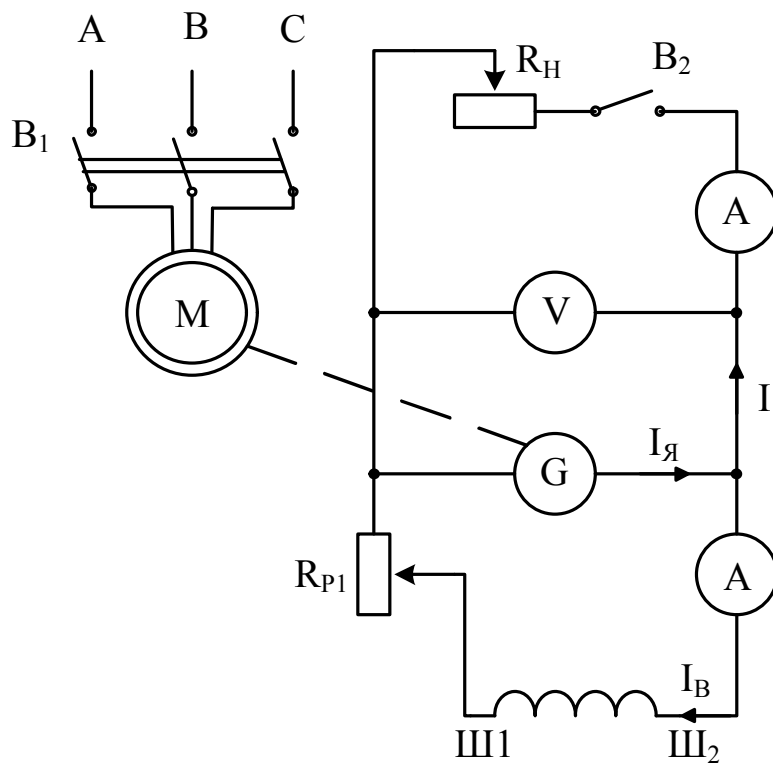
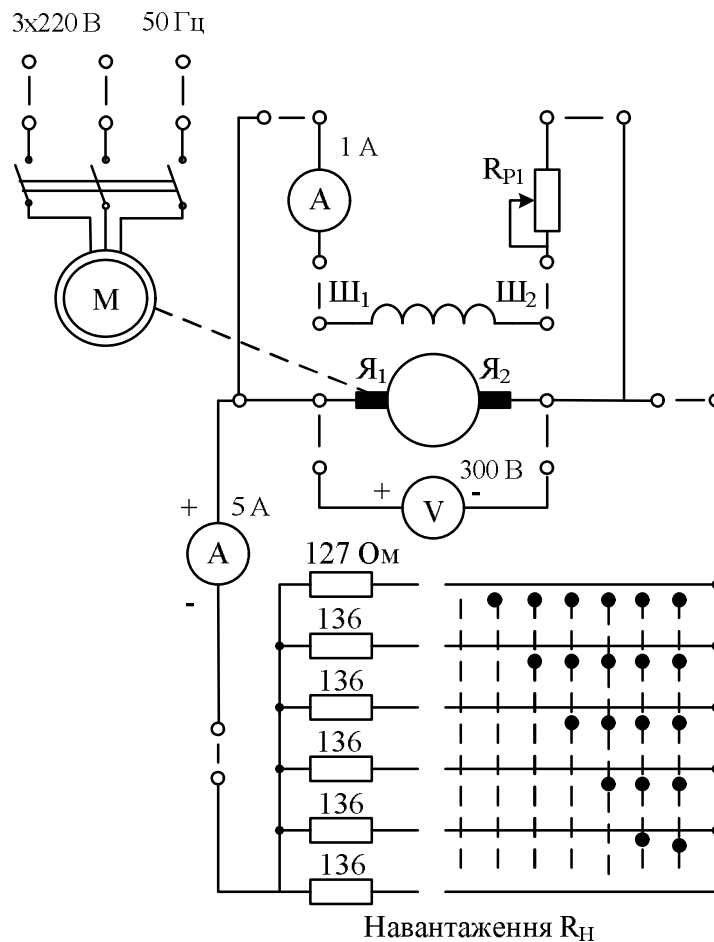

Рис.14.4
Рис.14.5
3. Відповідно до принципової схеми рис. 14.4 зібрати електричне коло для дослідження генератора за монтажною схемою (рис. 14.5).